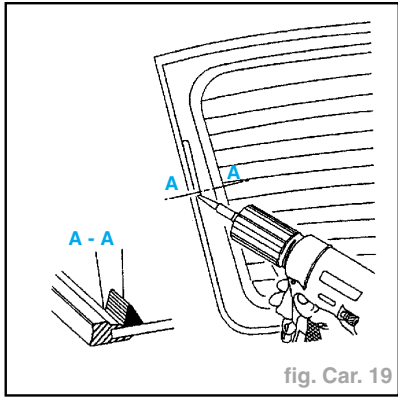

fig. Car. 19
- Appliquer le cordon adhésif joint sur le pourtour de la vitre (en se guidant sur le joint) (fig. Car. 19).